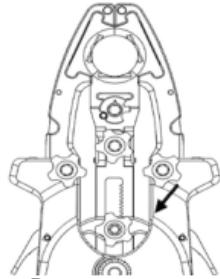

Abbildung 7
- Sobald die Klingen installiert sind, nähern Sie sich der Klingensposition an, indem Sie die Klingen wieder in ihre neutrale Startposition bringen (Abbildung 7).